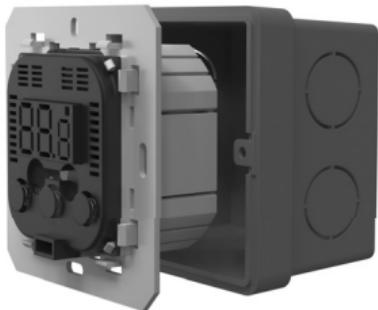

Рис. 6. Установка терморегулятора в монтажную коробку
- Закрепите корпус в монтажной коробке и зафиксируйте ее двумя винтами (рисунок 6).